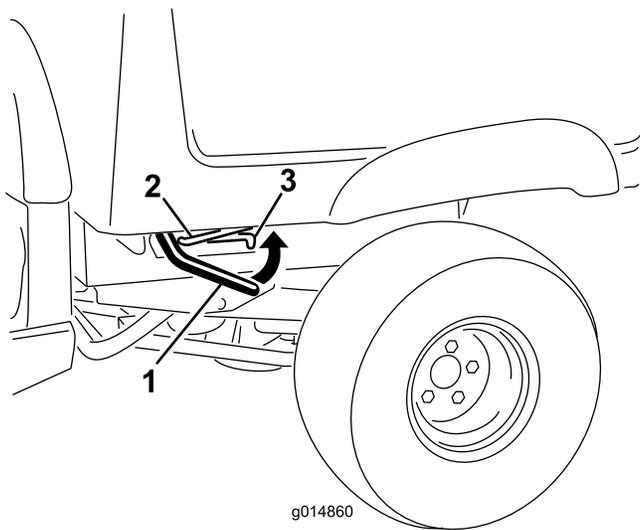

Figura 13
1. Alzate le leve ai lati del pianale e sollevatelo (Figura 13).
1. Sollevare il cassone leggermente sollevando la leva di fermo (Figura 13).